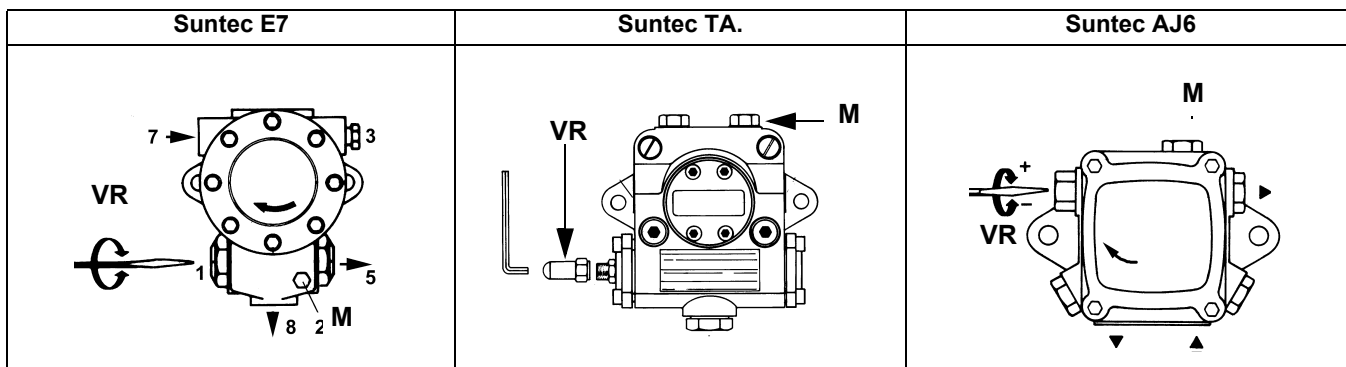

Рис. 9
- 4 Для создания кривых соотношения "топливо - воздух", обратиться к прилагаемым инструкциям на менеджер горения LMV. Давление питания форсунки уже отрегулировано заранее на заводе-изготовителе и не должно изменяться. Только в случае необходимости, отрегулировать давление питания (см. соответствующий параграф) следующим образом: установить манометр в положение, указанное, воздействовать на регулировочный винт **VR** насоса (см. Рис. 9) до получения на форсунке давления в 20бар ;